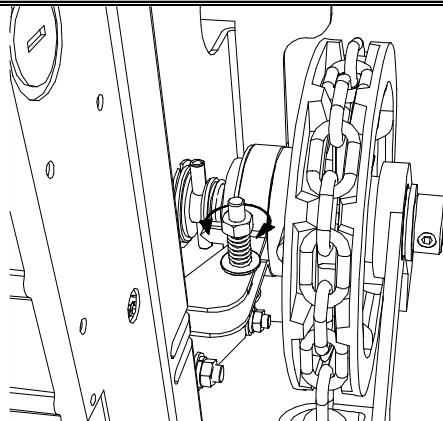

Figure 15 Réglage du système d'enclenchement de la manœuvre manuelle
3. Le système d'enclenchement automatique du palan est réglé en atelier. Il peut arriver qu'un ajustement soit malgré tout requis sur chantier. Ce réglage est rendu nécessaire lorsqu'une traction sur la chaîne de plus de deux pieds est sans effet sur la porte. Visser alors par $\frac{1}{4}$ de tour (sens horaire) l'écrou du système de réglage (voir figure 15) jusqu'à ce que le palan enclenche après traction de un pied de chaîne. Si cet écrou est trop serré, l'effet se traduira par un effort à la manœuvre (effort de traction sur la chaîne) trop élevé.